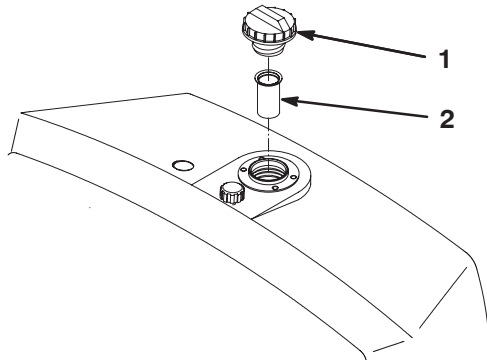

Figure 28
2. Sortez la jauge du réservoir et vérifiez le niveau d'huile. L'huile doit arriver au bas de la crépine dans le goulot de remplissage (Fig. 28).